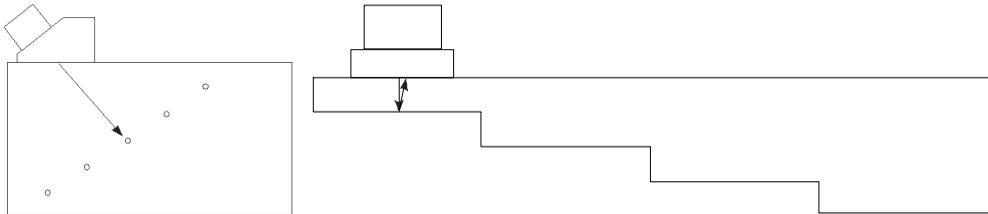

Figure 5-18 Blocs étalons pour l'étalonnage de la courbe DAC
1. Placez la sonde sur un bloc étalon, tel que montré à la Figure 5-18 à la page 153.